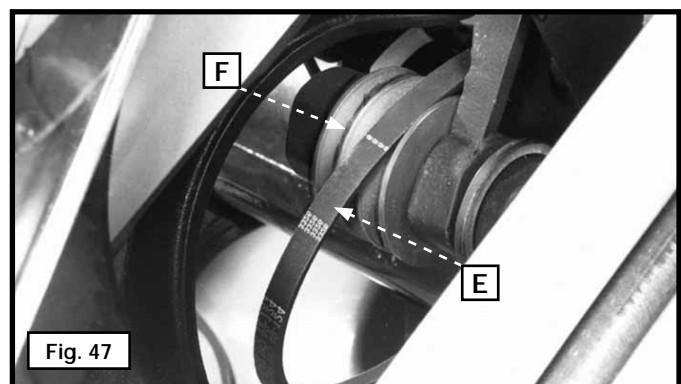

Fig. 47
5. Abaisser l'arbre de la scie à sa position précédente. Retirer les courroies (E) fig. 47 de la poulie du moteur, une à la fois.
6. Retirer les courroies (F) fig. 47 de la poulie de l'arbre (F), une à la fois.
9. Une bonne tension de courroie s'obtient lorsque la défexion de la courroie, à la portée centrale des poulies, est de 6,3 mm (1/4 po) avec une légère pression du doigt. Serrer le boulon (D) fig. 47.